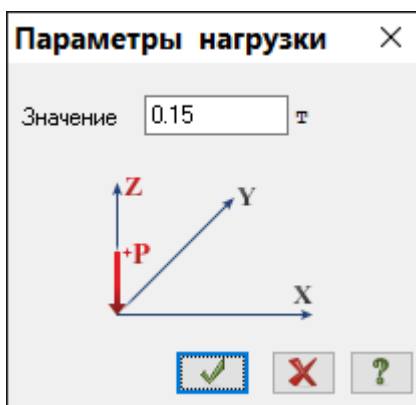

Рис.8.17. Диалоговое окно **Параметры нагрузки**
- В этом окне задайте величину нагрузки **P = 0.15 т** (рис.8.17).